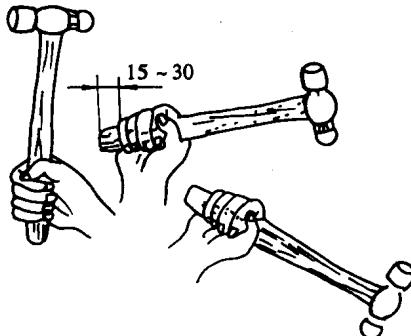

图 1-11 手锤紧握法
- (1) 紧握法 用右手五指始终紧握锤柄，如图 1-11。